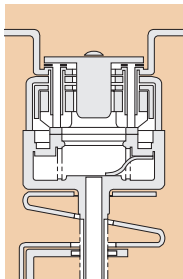

Рис. 1
- В начале процесса отключения главные и дугогасительные контакты находятся в замкнутом положении (рис. 1).
Контактор: обладает большей скоростью и лучшим качеством отключения, а также более высокой механической прочностью по сравнению с выключателем. Предохранитель: ограничение тока значительно уменьшает термическое и электродинамическое воздействие к.з. (рис. 1).